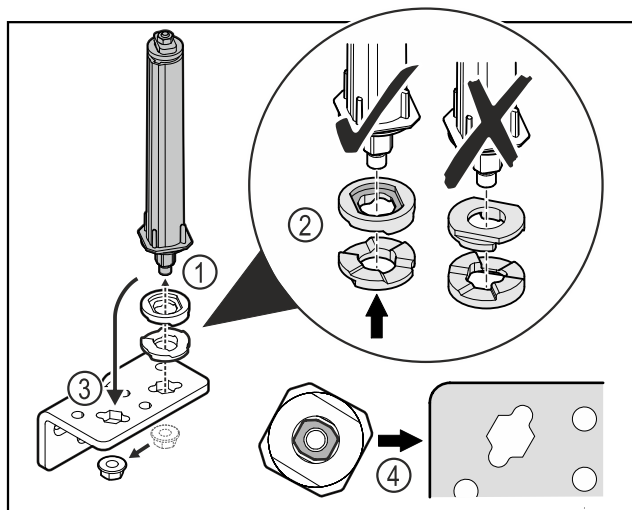

Fig. 34
- ▶ Oldja ki az anyát, és távolítsa el az ajtózáró rendszert Fig. 34 (1).
- ▶ Ügyeljen a magasságállító alátétek helyes beigazítására Fig. 34 (2).
- ▶ Helyezze át az ajtózáró rendszert a zsanéridombban, és rögzítse az anyával Fig. 34 (3).
- ▶ Behelyezéskor ügyeljen az ajtózáró rendszer helyes beigazítására Fig. 34 (4).